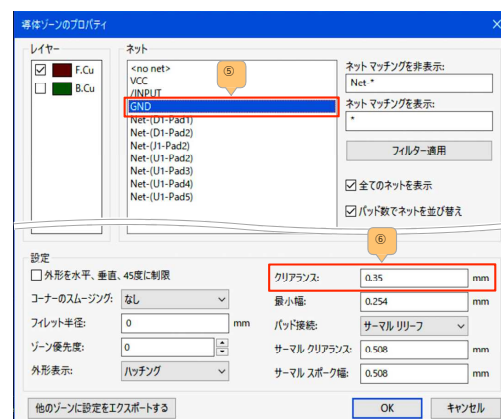

図9-16
- ① グリッドを0.5000mm(19.69mils)にします。
- ② 右ツールバー  「塗りつぶしゾーンを追加」を選択します。
- ③ F.Cuレイヤーを選択します。
- ④ 作業原点から0.5mm内側の点 (dx=0.500, dy=-0.500) をクリックします。
- ⑤ 導体ゾーンのプロパティ のネット欄のGNDを選択します。 図9-16
- ⑥ クリアランス(mm)欄に0.35と入力し [OK] をクリックします。